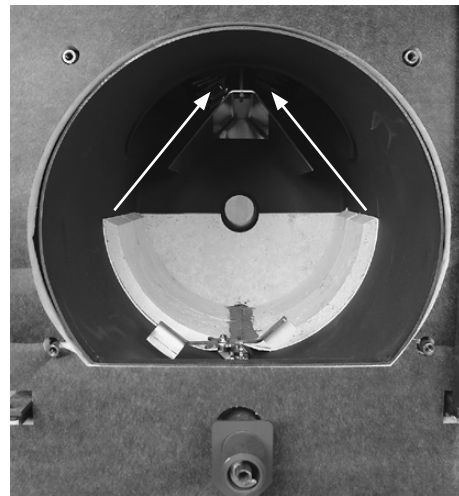

Bild 10
11. Asche in der Brennkammer und am Leitblech entfernen; am besten mit Hilfe eines Staubsaugers. Insbesondere der Abgas-Eintritt in die stehenden Züge (Pfeile - Bild 10) muss sorgfältig gereinigt werden.